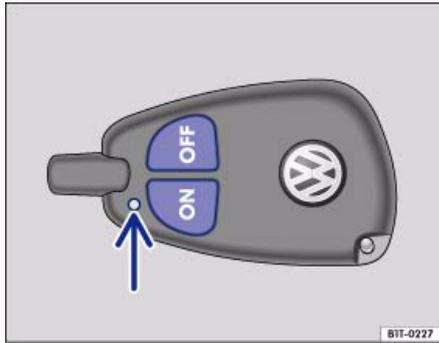

Abb. 94 Standheizung: Funk-Fernbedienung
(ON) Schaltet die Standheizung ein ⇒ Abb. 94.